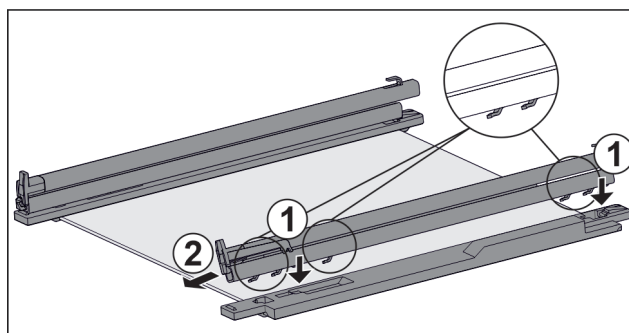

Fig. 121 Glashylla med skenor och fästdelar
- Sätt på skenans krok på den **vänstra** fästdelens öppningar. Fig. 121 (1)
- Dra skena framåt. Fig. 121 (2)
- Sätt på skenans krok på den **högra** fästdelens öppningar. Fig. 121 (1)